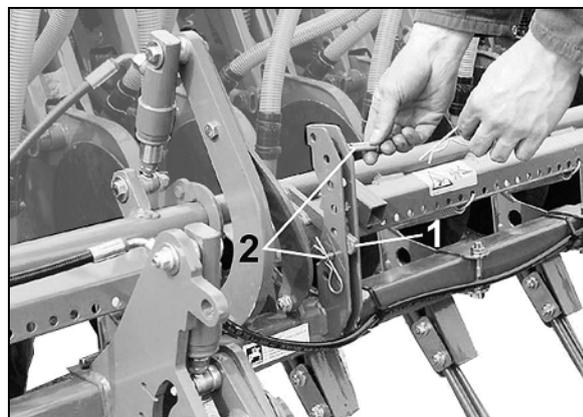

Fig. 96
3. Insérez respectivement un axe (Fig. 96 / 2) en dessous et au dessus du levier dans le segment de réglage et goupillez en sécurité.